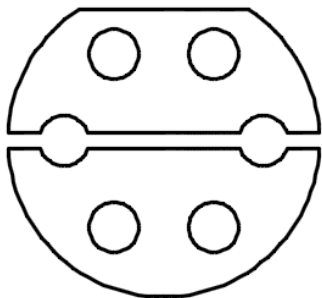

图 11-4 原始图形
1) 打开本书配套光盘中的“测量面积.dwg”图形文件，该文件中的原始图形如图 11-4 所示。